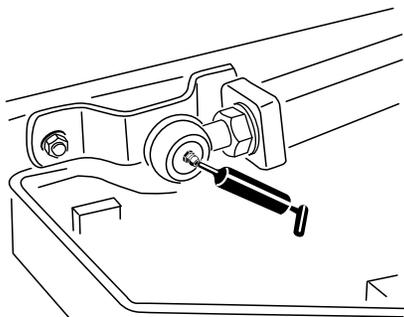

Bild 39
- Hubarm-Kugelgelenke(2) (Bild 39)